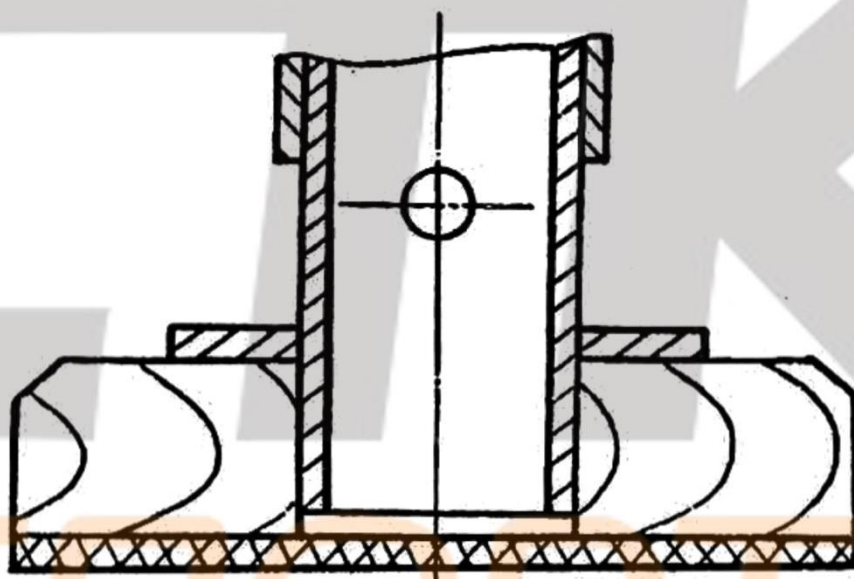
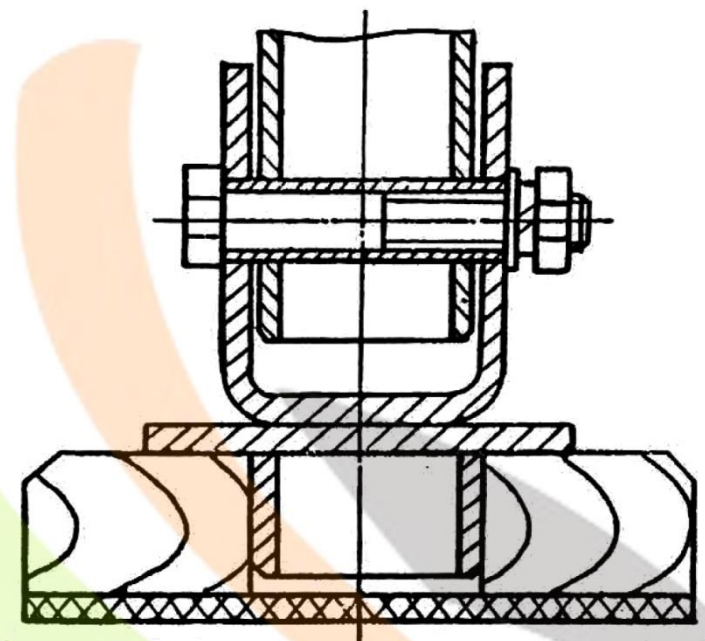

Рис. 3
Рис. 4
2. Стойки низкие состоят из труб с головками, в которых закрепляются жерди при помощи наконечников. Стойки через опорную трубу шарнирно соединены двумя вилками, которые устанавливаются на основания брусьев (см. рис. 4). Высокие стойки устанавливаются на основания с помощью опорных стоек (см. рис. 3). Высокие и низкие стойки соединены попарно механизмами разведения.
3. В основания вставьте одну длинную и одну короткую стойки (см. рис. 3, 4). Стойки необходимо поставить так чтобы паз головки для оси наконечника жерди находился с наружной стороны брусьев. При установке стоек необходимо такое положение стоек, чтобы спецгайки находились между низкой и высокой стойками (со стороны, под механизмом разведения) и низкие стойки с жердью могли вращаться вокруг шарнира.